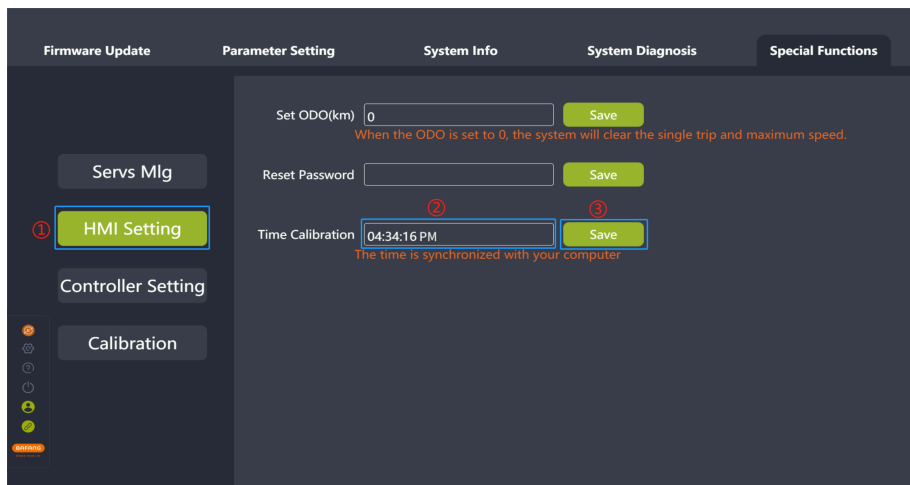

图 8-6 时间校准
- 3. 点击“保存”按钮，仪表时间校准成功（如图 8-6 ）。